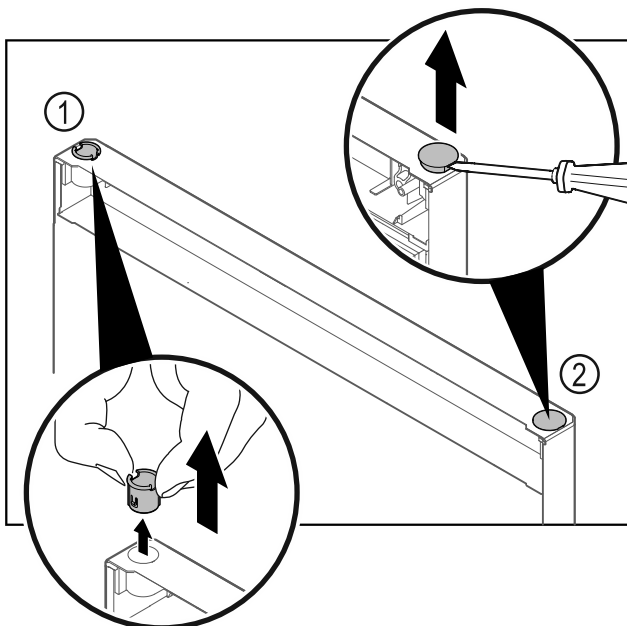

Fig. 30
- Wyjąć palcami tuleję zawiasu Fig. 30 (1).
- Zatyczkę osłonki Fig. 30 (2) ostrożnie podważyć przy pomocy śrubokręta płaskiego i wyjąć.